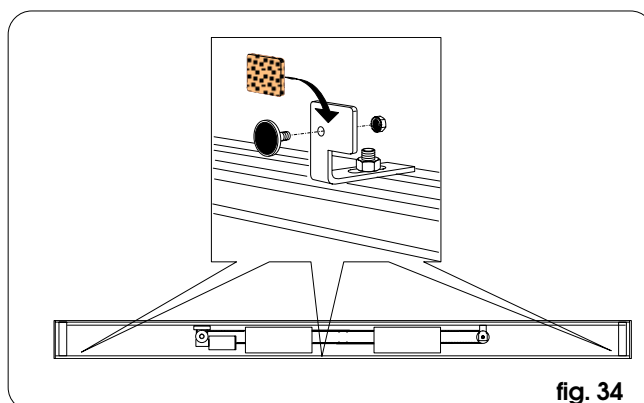
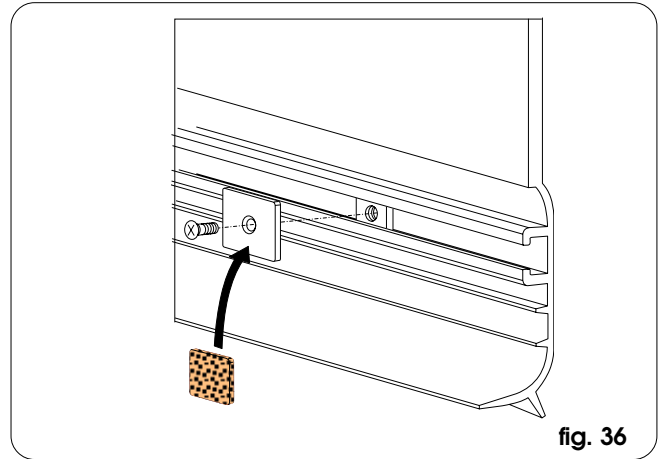

fig. 34
fig. 36
- los tres angulares situados en los extremos y en la parte central, véase fig. 34 (1 tornillo M6 para cada uno) los angulares, utilizados para bloquear el cárter, están preparados para usar velcro o imanes;
- Monte en el interior del cárter tres placas, como se muestra en la fig. 36, en coincidencia con las tres bridas angulares situadas en el travesaño.
- velcro aplicado en las tres bridas angulares (fig. 34) y, en coincidencia en las placas montadas en el interior del cárter (fig. 36);
- imanes para introducir en las tres bridas angulares (fig. 34) y, en coincidencia, placas metálicas en el interior del cárter (fig. 36);